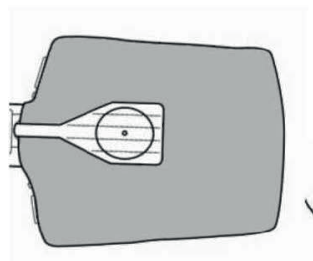

Figure 8
8. Befestigen Sie die Laschen des Gesichtsschutzes an den „Knöpfen“ an der Seite des Kopfes der Prüfpuppe (Figure 8).